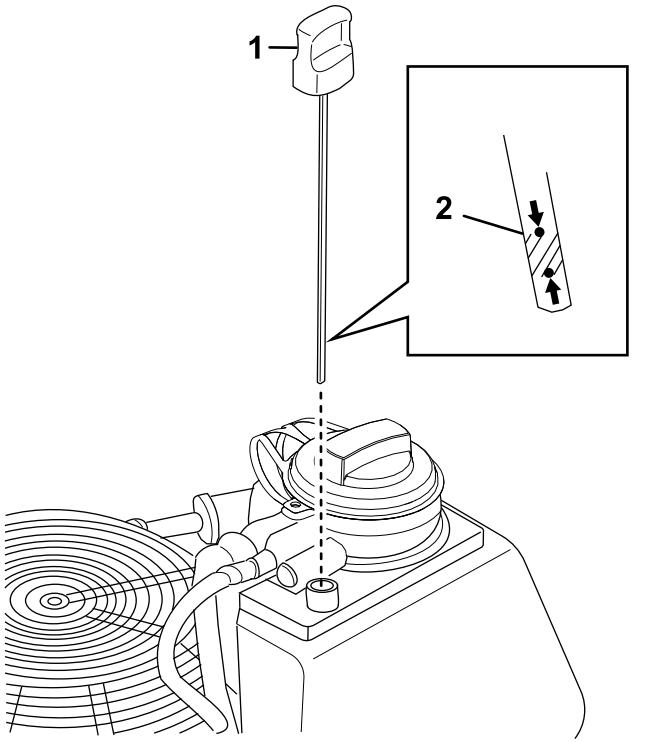

Figura 37
4. Retire la varilla y límpiala con un trapo (Figura 37).
6. Retire la varilla y compruebe el nivel de aceite. El aceite debe llegar al indicador de Lleno de la varilla (Figura 37).